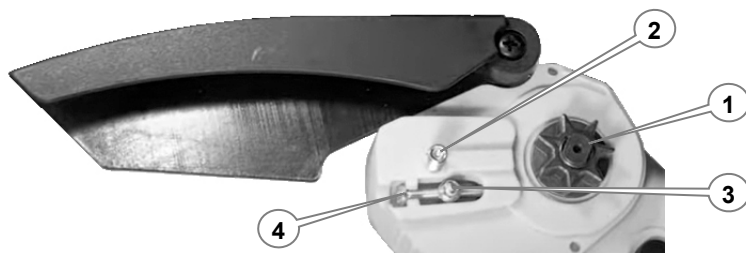
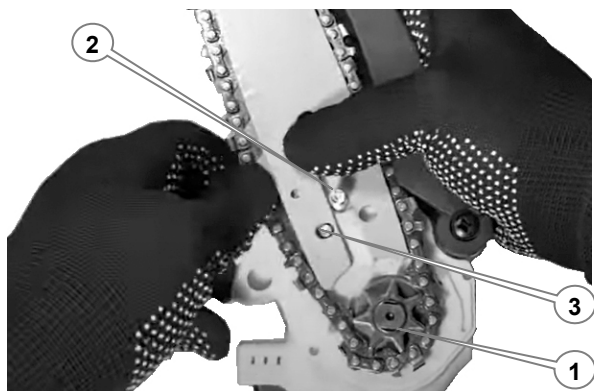

Рисунок 6. Місце для встановлення напрямної шини.
Рисунок 9. Схема встановлення різального блоку на виріб.
6. Встановити «шину» з ланцюгом на напрямну шпильку (2, рис. 9) та накласти ланцюг на ведучу (1, рис. 9) зірочку.
Прослідкувати, щоб шпилька регулювання натягу ланцюга (3, рис. 6) потрапила у призначений для неї отвір (3, рис. 9) на шині - за необхідності, обертаючи за допомогою викрутки гвинт (4, рис. 6) регулювання натягу ланцюга (рис. 10), перемістити шпильку регулювання натягу ланцюга (3, рис. 6) в необхідне положення.
3. За допомогою викрутки (рис. 10) повернути гвинт регулятора натягу (4, рис. 6) механізму натягу ланцюга у відповідному напрямку: у напрямку руху годинникової стрілки – для збільшення натягу, а у протилежному – для послаблення.